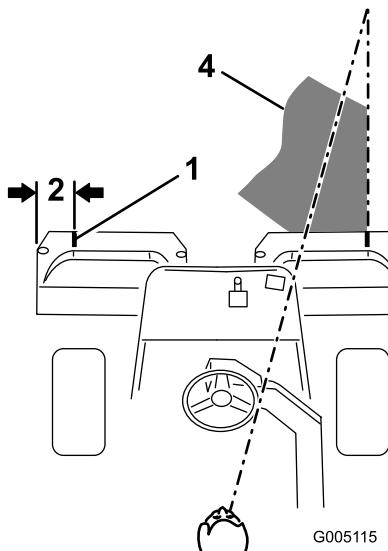
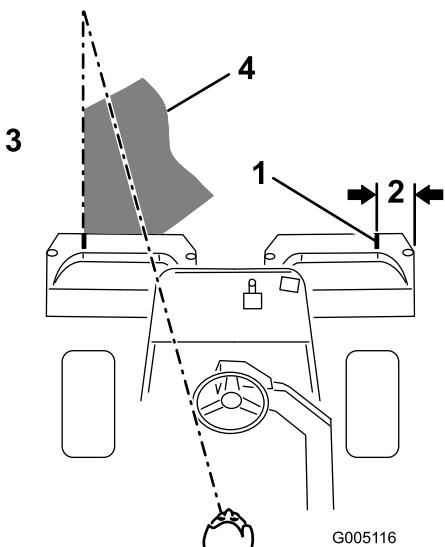

Figura 40
Figura 41
- Coloque un trozo de cinta blanca o pinte una raya en cada recogehierbas, paralelo al borde exterior de cada uno (Figura 40).
3. Debe haber un solape mínimo con las pasadas anteriores. Para ayudar a mantener una línea recta a través del green y mantener la máquina a la misma distancia de la pasada anterior, establezca una línea imaginaria aproximadamente de 1,8 a 3 m por delante de la máquina hasta el extremo de la parte no segada del green (Figura 40 y Figura 41). Puede ser útil incluir el borde exterior del volante como parte de la línea imaginaria, es decir, mantener el borde del volante alineado con un punto que se mantiene siempre a la misma distancia de la parte delantera de la máquina (Figura 40 y Figura 41).